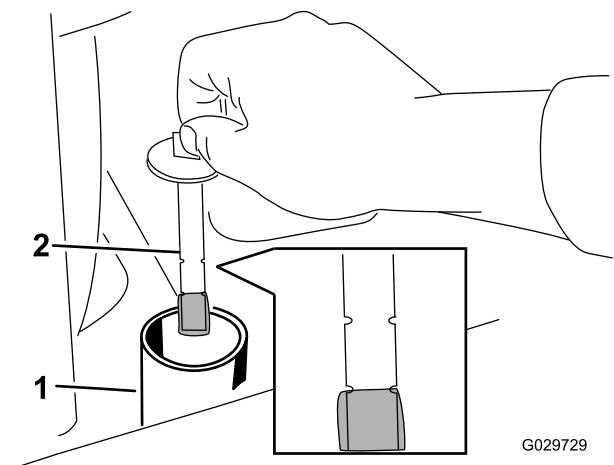

Bild 28
8. Entfernen Sie den Deckel vom Einfüllstutzen und überprüfen Sie den Ölstand auf dem Peilstab (Bild 28).